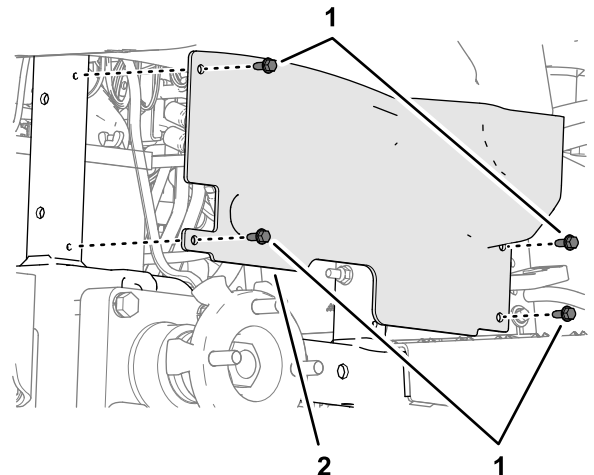

Figura 30
3. Rimuovete le 4 viti flangiate a testa cilindrica ($\frac{1}{4}$ " x $\frac{5}{8}$ ") che fissano la protezione della ruota al telaio della macchina (Figura 30).
6. Allineate i fori nella protezione della ruota con il telaio della macchina (Figura 30) e fissate la protezione al telaio con le 4 viti flangiate a testa cilindrica ($\frac{1}{4}'' \times \frac{5}{8}''$) che avevate rimosso al passaggio 3.